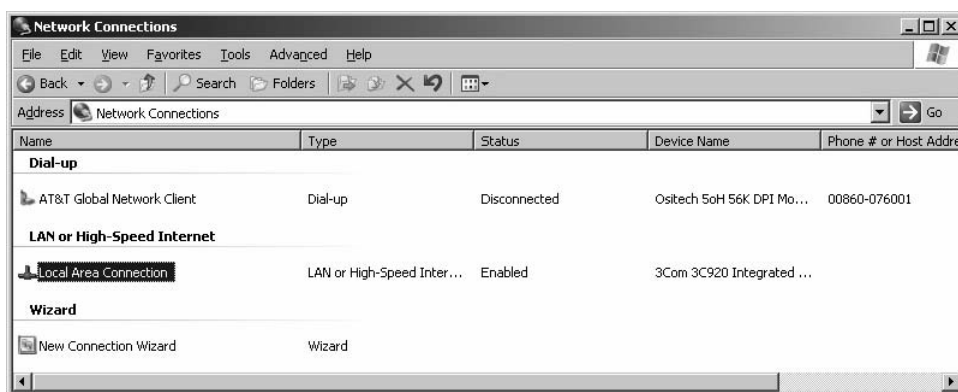

Figura 11: Mis conexiones de red
1. Hacer clic con el botón derecho del ratón en el icono **“My Network Places”** y seleccionar **“Properties”**: O desde el menú **“Start”**, abrir el **“Control Panel”** y seleccionar **“Network Connections”** para abrir la ventana de conexiones de red (Figura 11).